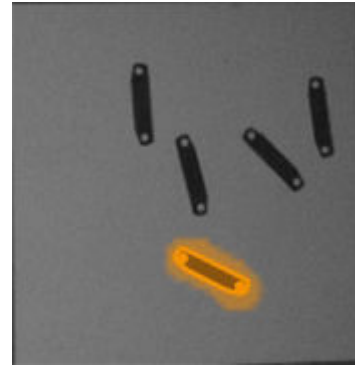

Abbildung 10: Hervorgehobene Teilkonturen
- ✓ Wenn das System das Teil lokalisiert, wird auf der Benutzeroberfläche die Meldung „Job konfiguriert“ angezeigt und die Teilkonturen werden im Bildfenster hervorgehoben. Siehe Abbildung 10.